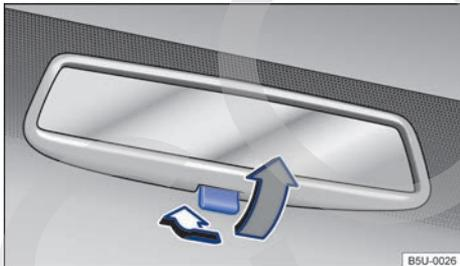

Fig. 73 En el parabrisas: espejo retrovisor interior antideslumbrante manual.
- Posición de noche: tirar de la palanca → fig. 73 (flecha gris), para evitar el deslumbramiento de los faros de los vehículos que circulan detrás.
Leyenda para → fig. 73: